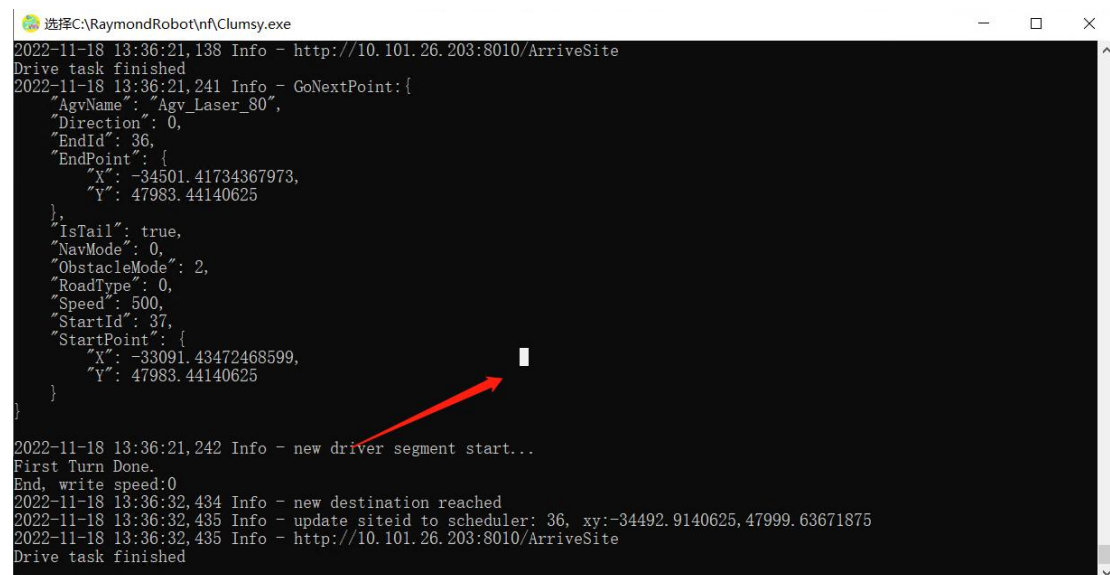

图 22-1-6
4) 远程电脑后台程序不小心被鼠标暂停，如图 22-1-6 所示，这时候敲回车键可以取消。